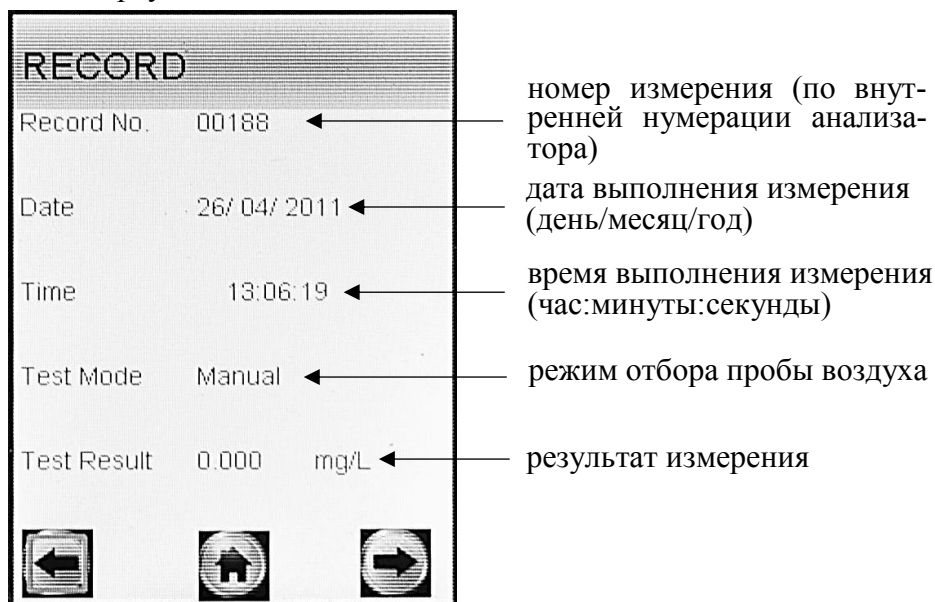

Рисунок 20 – Просмотр памяти
**В** до соответствующего пункта-иконки (рисунок 4) и утвердите выбор кратковременным нажатием кнопки вкл/выкл. На дисплее появится окно «**RECORD**» с результатом последнего теста (рисунок 20).